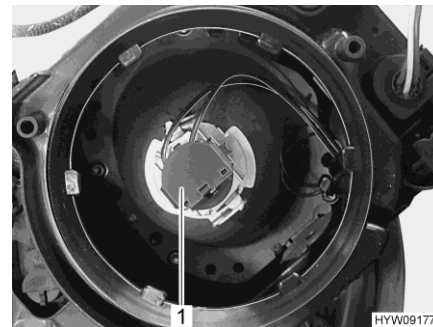

Fig. 236 Bombilla (luz de cruce / luz larga)
- Girar el portalámparas (Fig. 236,1) junto con la lámpara en sentido contrario a las agujas del reloj y sacarlo de la caja de la luz.
- Insertar el portalámparas (Fig. 236,1) junto con la bombilla en la caja de la luz y apretarlo en sentido de las agujas del reloj. El portalámparas engatillará audiblemente.